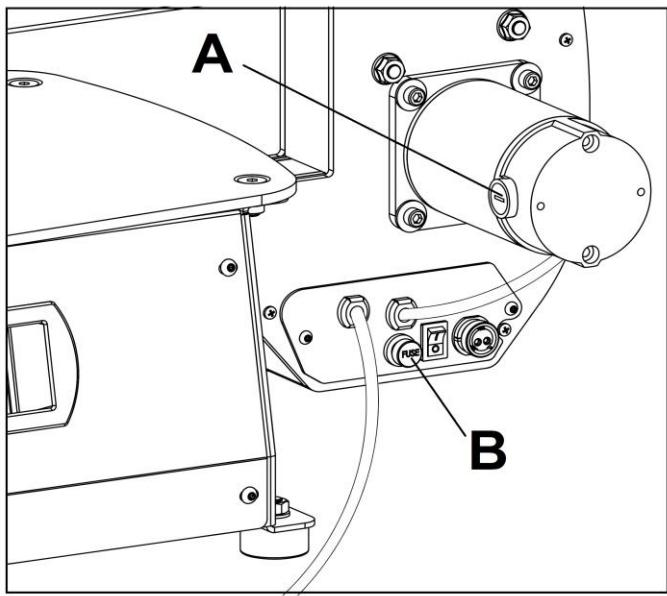

Рис. 23
Лобзиковый станок оснащен предохранителем на 1,5АРМ (В, рис.23) для защиты от перегрузки. Если станок перестает работать, проверьте предохранитель:
- снимите крышки щеток.(A, рис.23).